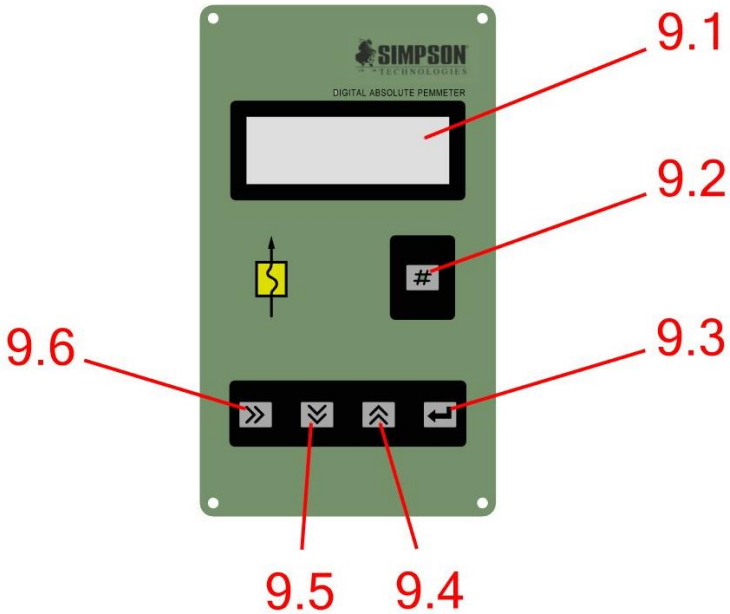
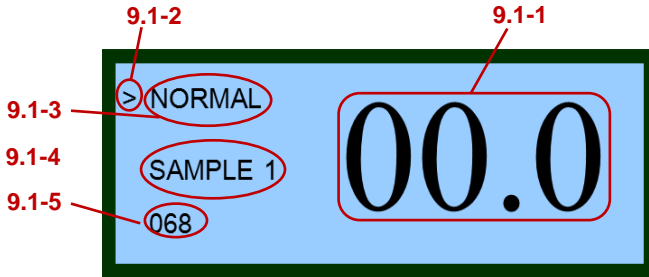

Figura 5: Panel de control (9)
Figura 6: Display (9.1)
6. Una vez completado el ciclo, apunte el valor de la permeabilidad mostrado (Item 9.1-1, Figura 6) en el display (Item 9.1, Figura 5).
13. En la pantalla digital (Figura 6), vea justo debajo del modo (9.1- 3): uno , dos y luego tres puntos se mostrarán según el tambor desciende. Cierre la válvula de control en la tapa de la válvula cuando aparecen dos puntos.